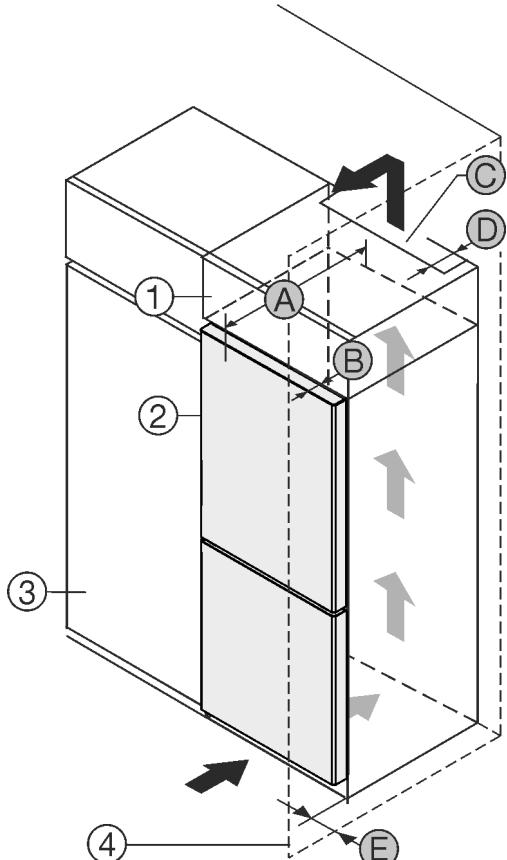

Fig. 1
Ви можете встановити пристрій безпосередньо поряд із кухонною шафою Fig. 1 (3).*
Зі зворотного боку шафи для встановлення на пристрій слід передбачити вентиляційну шафу завглишки Fig. 1 (D) на всю ширину цієї шафи.*
Слід дотримуватись вентиляційного отвору Fig. 1 (C) в стелі приміщення.*
Якщо пристрій із шарнірами встановлюється поряд зі стіною Fig. 1 (4), відстань між пристроєм і стіною повинна бути не менше 13 мм.*
Якщо пристрій із шарнірами встановлюється поряд зі стіною Fig. 1 (4), відстань між пристроєм і стіною повинна бути не менше 20 мм.*
Щоб мати можливість повністю відкривати дверцята, потрібно, щоб пристрій виступав на відстань глибини дверцят Fig. 1 (B) відносно передньої панелі кухонної шафи. Залежно від глибини кухонних шаф Fig. 1 (3) та використання пристінних розпірок пристрій може ще більше виступати вперед.*